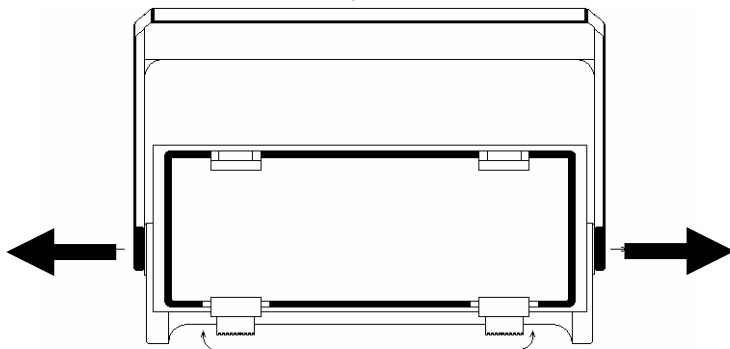

图 10 卸掉把手底座示意图
2. 当仪表作为装架式使用时应将仪表把手和底座卸掉，可参见图 10，具体的方法为：